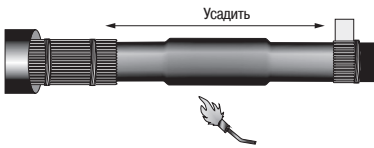

Рисунок 10
4.18 Надвинуть двухслойную трубку черно-красного цвета, расположив её между отогнутыми экранами кабеля, и усадить, начиная с середины и далее в обе стороны кабеля (рисунок 10).